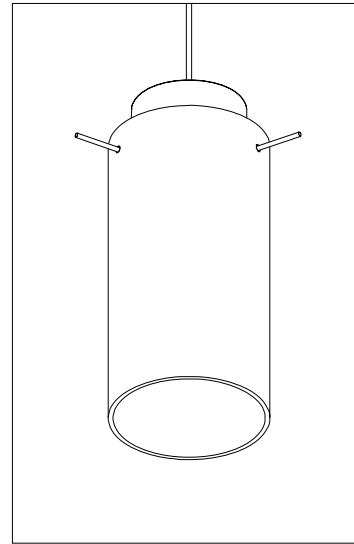

Figure 3
3. Screw rod into each hole to support glass (Fig 3)
3. Para sujetar el vidrio, atornille la vara a cada orificio (Fig. 3)
3. Vissez la tige dans chaque trou pour fixer le verre (Fig. 3)